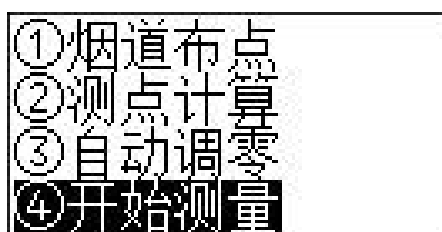

图 5 测量界面
在主界面选择“②测量”，按“OK”进入测量前准备界面，如图 5；在此界面将进行流速测量前的准备工作。